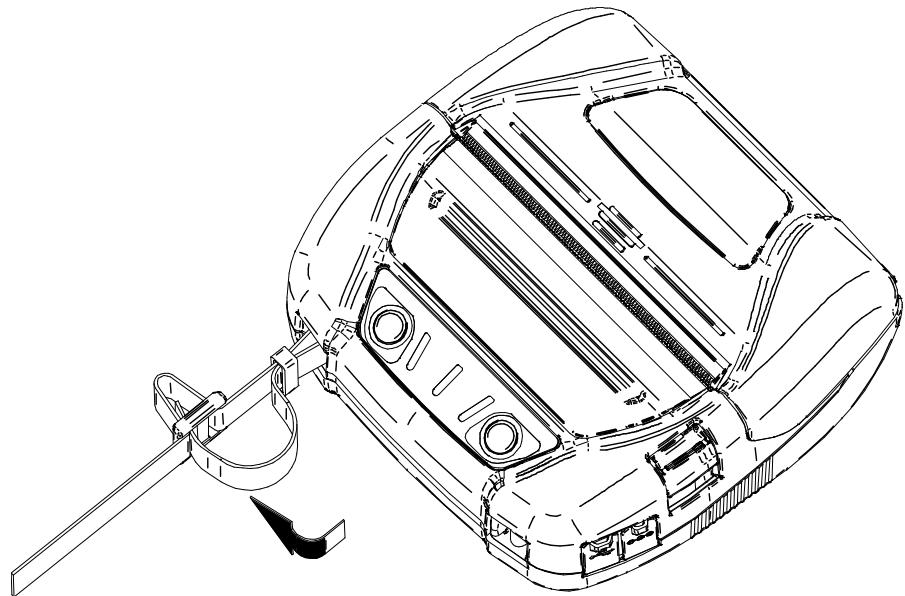

図 14-6 ショルダーストラップの取り付け(3)
- ③ 図 14-6のようく、ショルダーストラップの先端をプリンタから遠い方のアジャスタの穴に通してください。